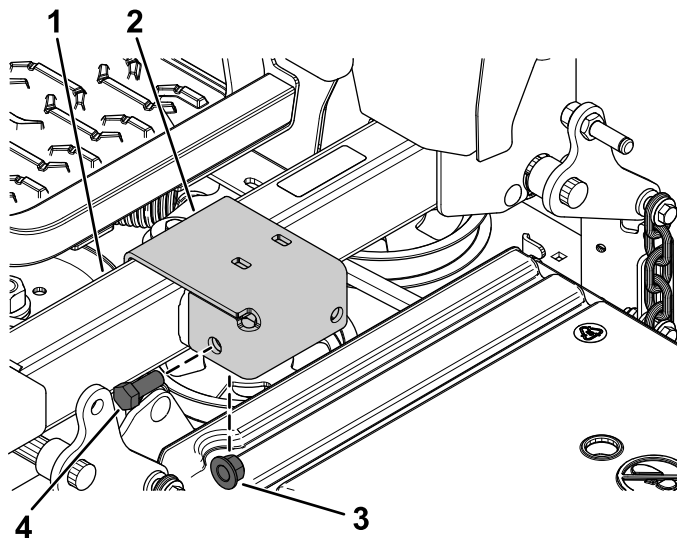

Figure 10
2. Fixez légèrement le support d'actionneur extérieur sur le tube gauche du cadre à l'aide d'un boulon à tête hexagonale ( $\frac{1}{2}$ " x  $1\frac{1}{4}$ " ) et d'un contre-écrou ( $\frac{1}{2}$ " ), comme montré à la Figure 10.